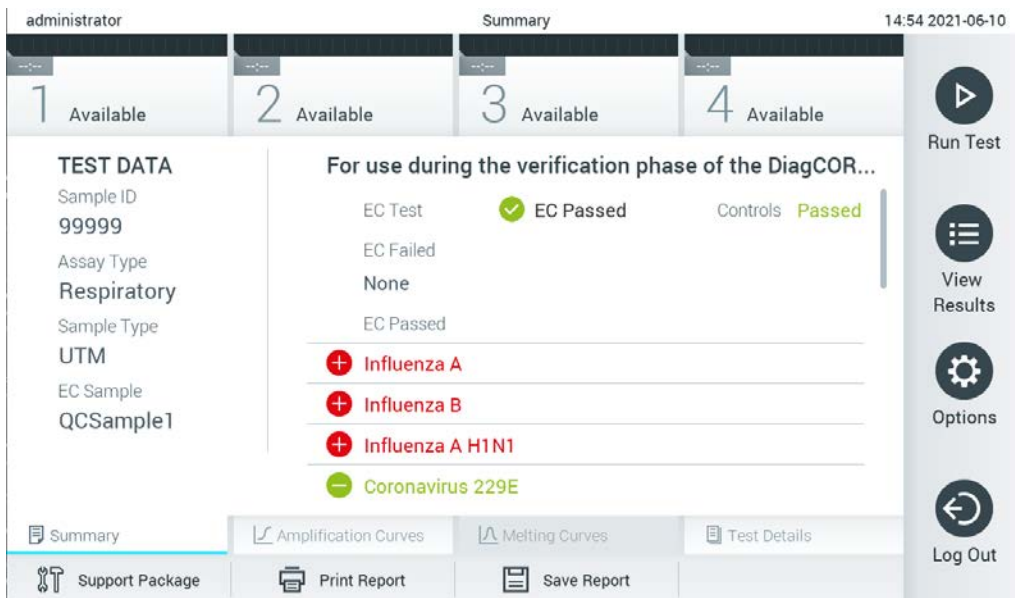

Figura 96. Ecranul Summary (Rezumat) cu rezultatele EC.
8. După ce cartușul de test QIAstat-Dx a fost scos, va apărea ecranul **Summary** (Rezumat) cu rezultatele (Figura 96). Consultați Secțiunea 8.3 pentru detalii suplimentare.